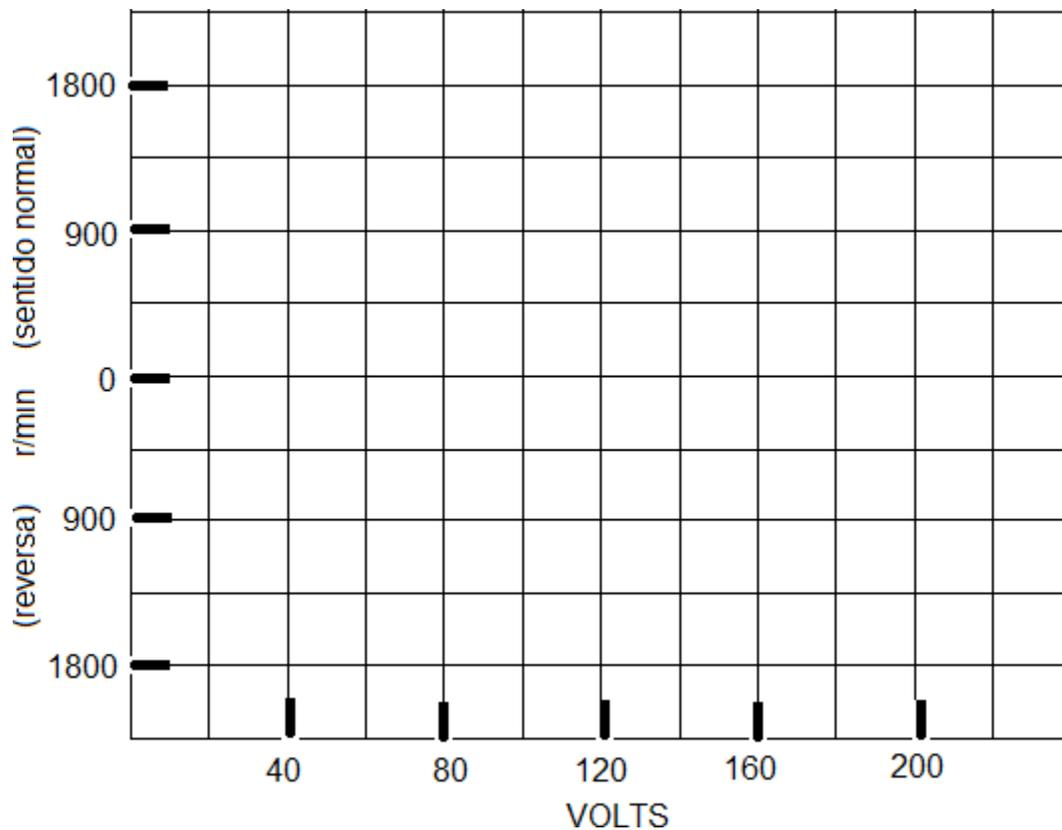

Figura 2
8. Dibuje la curva de la velocidad del rotor en función del voltaje del rotor, en la gráfica que aparece en la figura 2 ¿será una línea recta? \_\_\_\_\_